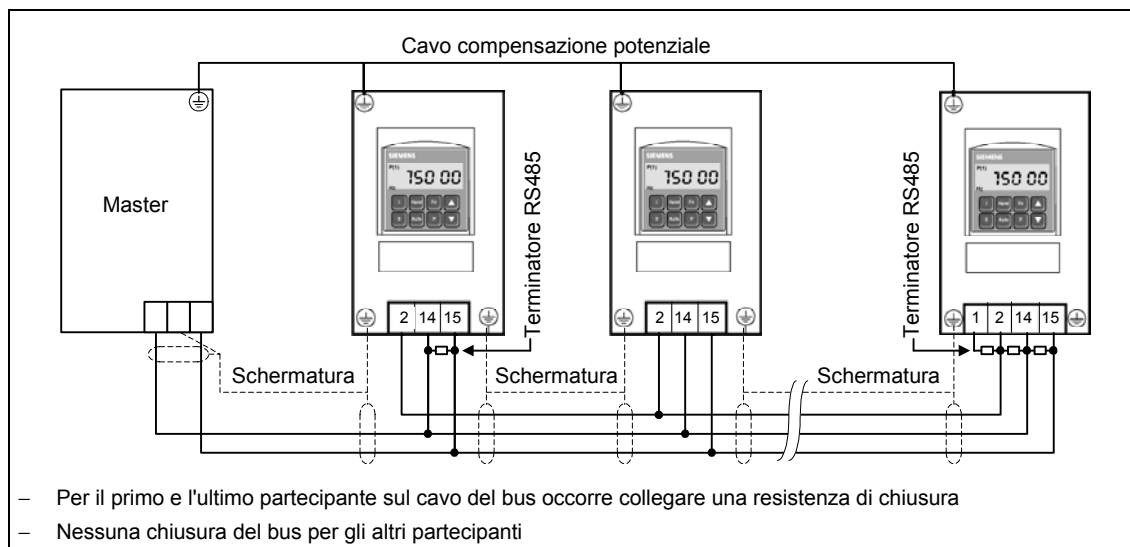
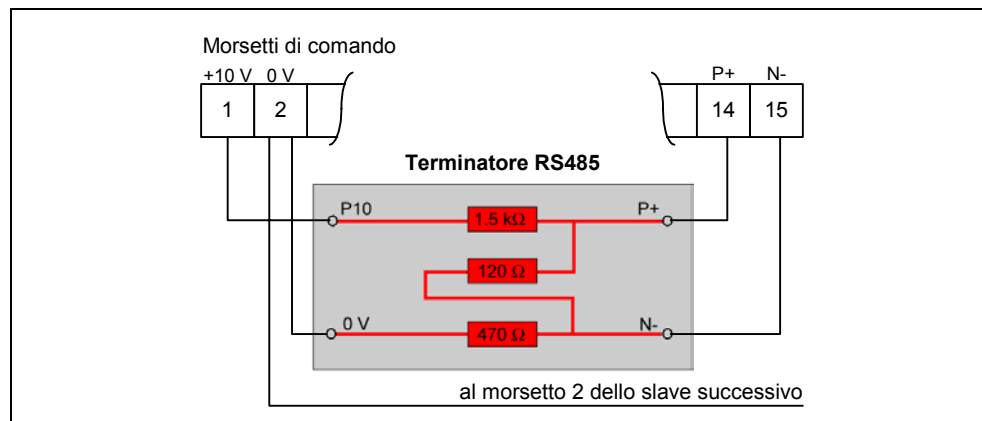

Figura 3-40 Collegamento del cavo del bus USS
Figura 3-41 Terminatore RS485
2. a entrambe le estremità del bus una resistenza di chiusura tra P+ e N- (vedere Figura 3-41)
Se il convertitore è l'ultimo slave sul bus (vedere Figura 3-40), P+ e N- del terminatore RS485-devono essere collegati con i morsetti RS485 (vedere Figura 3-41). Per l'alimentazione di corrente P10 e 0 V possono essere collegati con il morsetto 1 e 2. Se il convertitore è il primo slave, il bus deve essere terminato solo con P+ e N-.